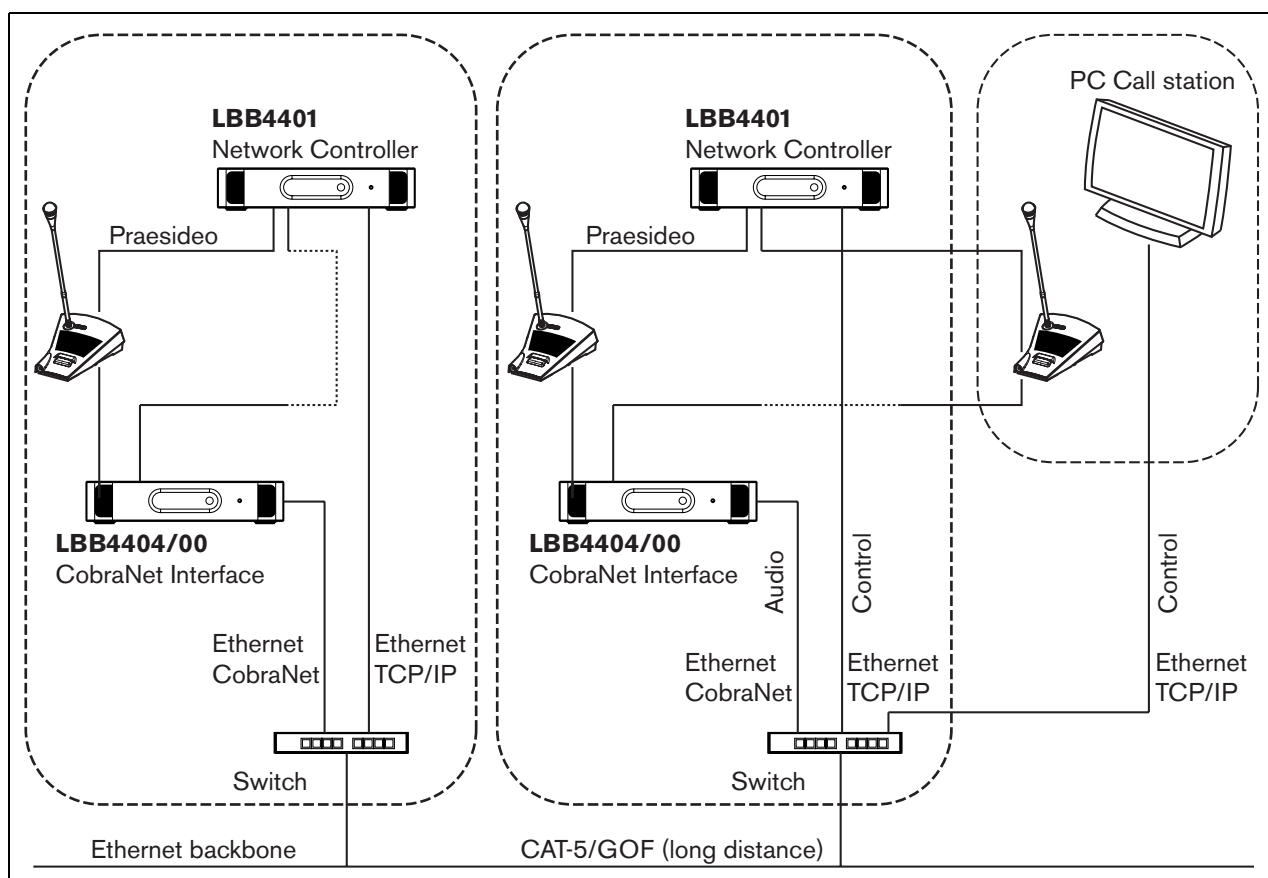

figura 23.4: Sistemi di collegamento
- Collegare i sistemi Praesideo (vedere figura 23.4 per un esempio).